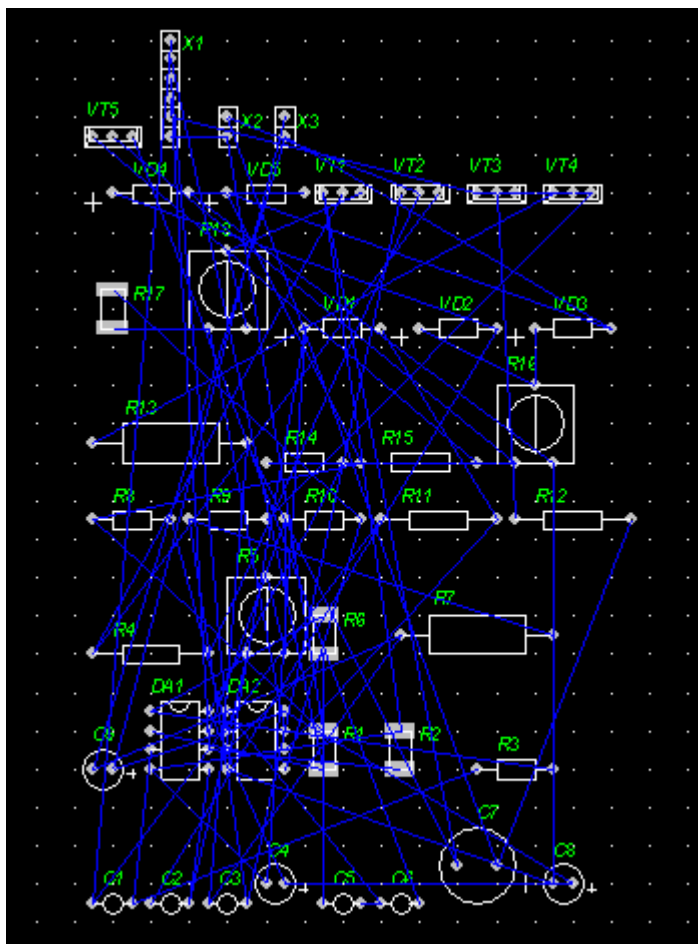

Рис. 3 Размещение корпусов элементов после подключения списка соединений.
- 3.5 После того как все настройки завершены нажмите кнопку **OK**. Все элементы и соединения между ними должны появиться после этого в поле чертежа (рис. 3).